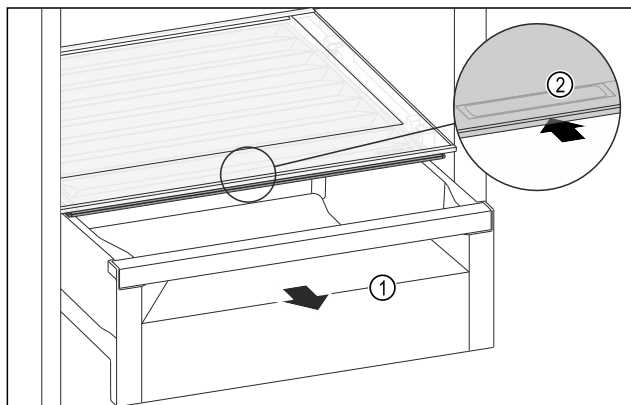

Fig. 147
- ▶ Zásuvku Fig. 147 (1) vytáhněte.
- ▶ Uchopte prohlubeň pro rukojeť Fig. 147 (2) na víku zásuvky a současně zasuňte víko zásuvky směrem dozadu.